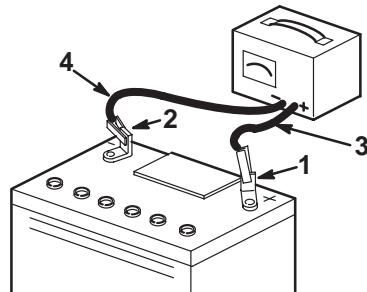

Bild 27
- Ziehen Sie, wenn die Batterie voll geladen ist, den Stecker des Ladegeräts aus der Dose. Klemmen Sie dann die Klemmen des Ladegeräts von den Batteriepolen ab (Bild 27).